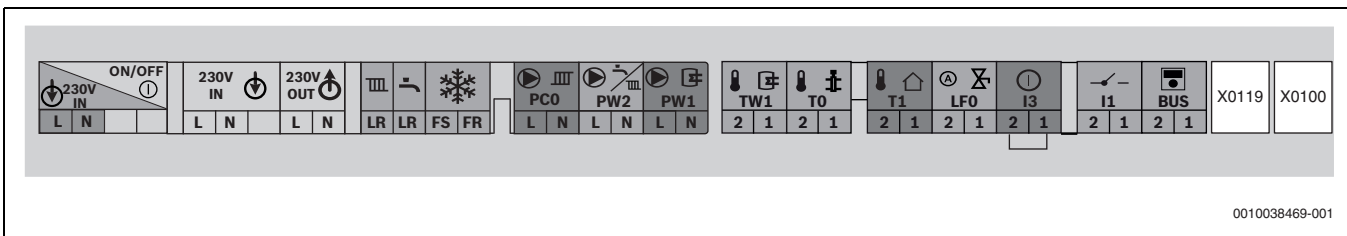

Bild 46 Klemmleiste für externes Zubehör
- ▶ Für Spritzwasserschutz (IP): Zugentlastung entsprechend dem Durchmesser des Kabels abschneiden.
- ▶ Kabel an der Klemmleiste für externes Zubehör (→ Bild 46) anschließen.